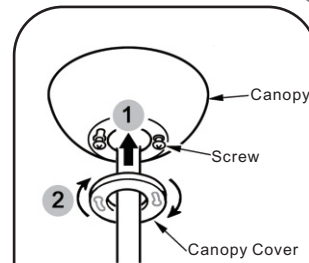

Fig.19
Paso 3. Alinee el agujero circular de la cubierta con el otro orificio en el soporte colgante, asegure apretando los dos tornillos de fijación.(Fig. 19)